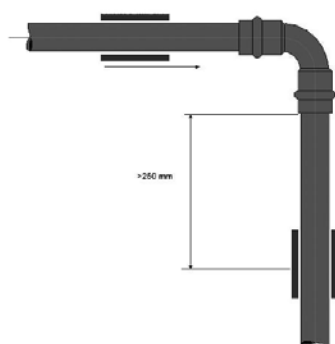

Figure 7.5
2. Veiller à ce que les supports coulissants ne soient pas positionnés de façon à ce qu'ils se comportent comme des points fixes. (fig. 7.5)